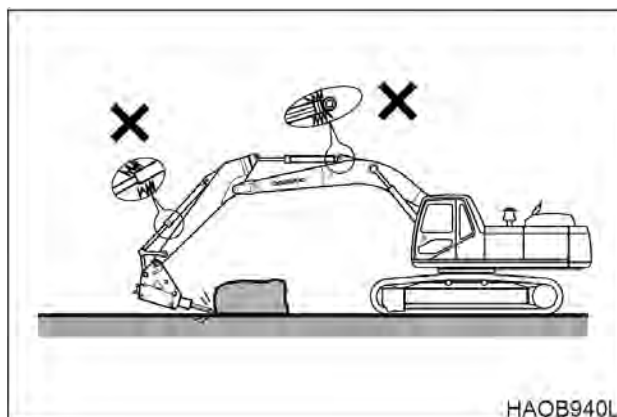

Рис. 72
4. НЕ использовать дробилку при полностью выдвинутых цилиндрах стрелы или рукояти. См. рис. 72. Оставить зазор примерно 100 мм между концом штока цилиндра и головкой цилиндра. Это поможет предотвратить повреждение цилиндров при эксплуатации дробилки.